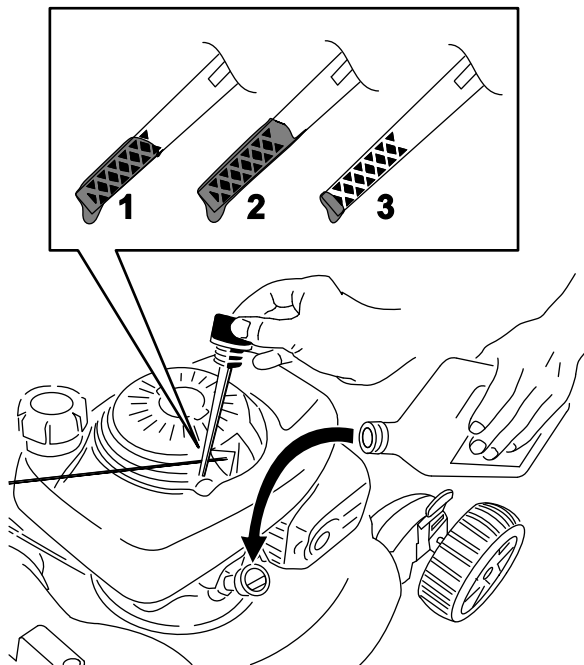

Figura 19
3. Retire la varilla girando el tapón en el sentido contrario a las agujas del reloj y tirando del mismo (Figura 19).
10. Observe el nivel de aceite en la varilla (Figura 19).